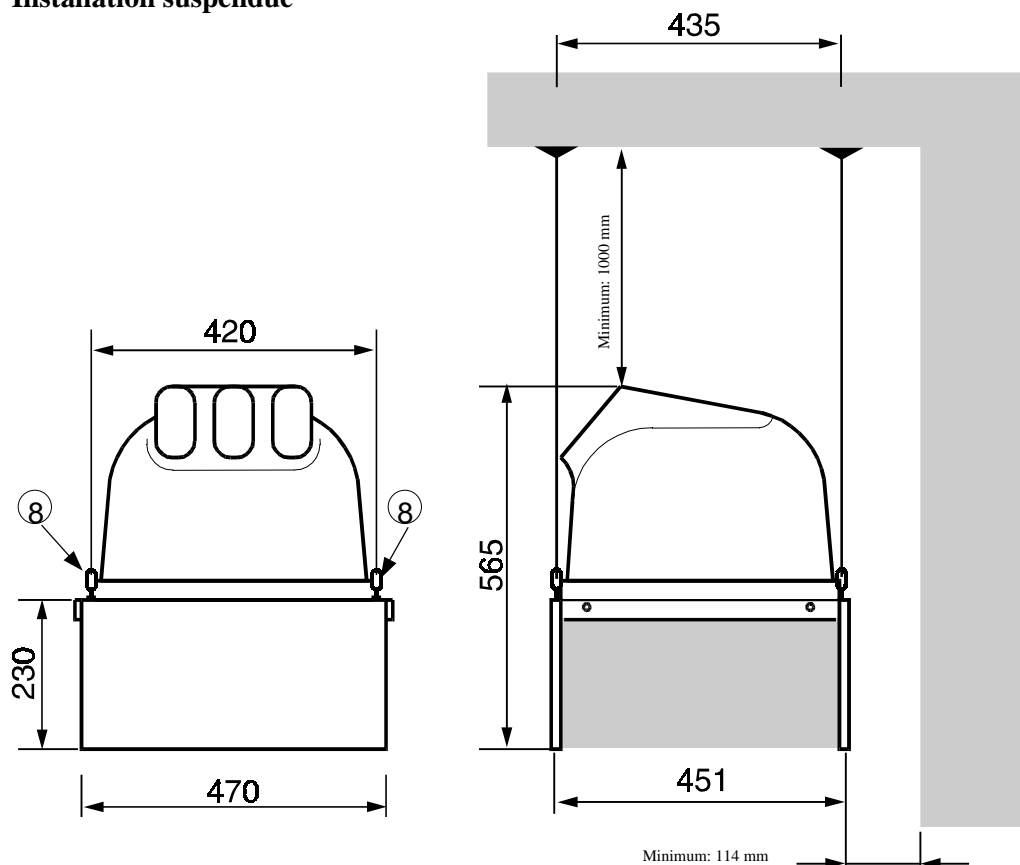
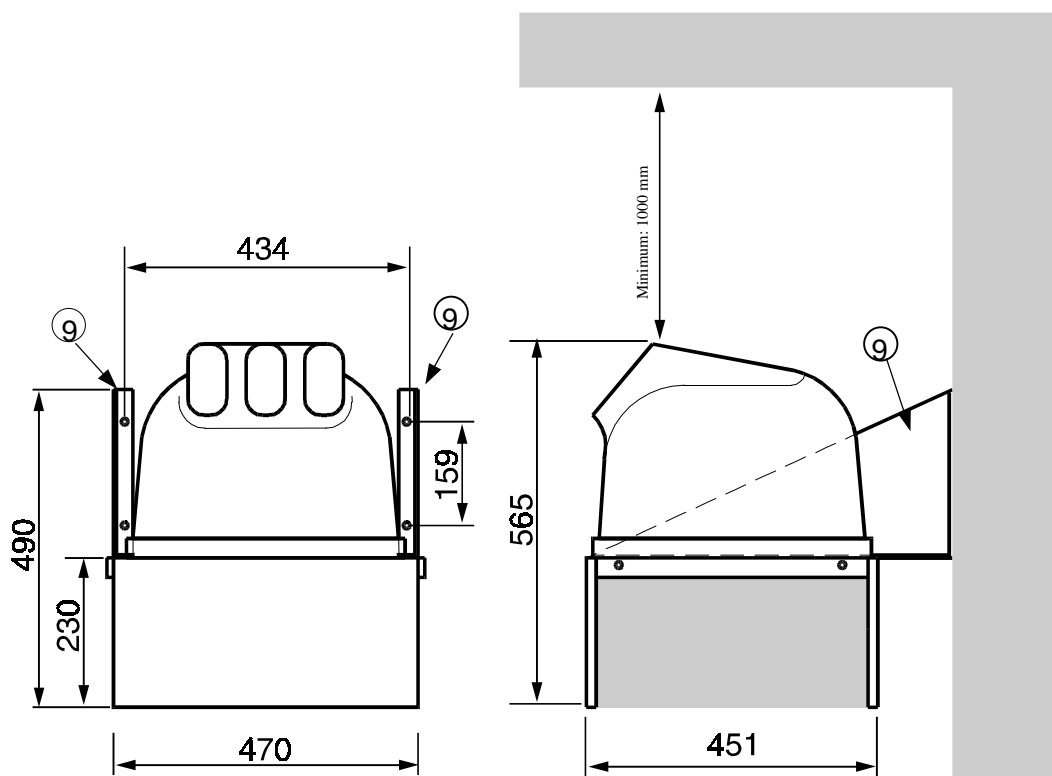

Fig. 1
Fig. 2
Pour suspendre l'appareil, le lier au plafond au moyen de chaînes ou de cordes métalliques sur les anneaux correspondants (8) en respectant les distances minimales indiquées à la **Fig.1**.
- Utiliser les étriers de supports correspondants (**Réf. 9 - Fig.2**) fournis avec l'appareil. Fixer les étriers de support à l'appareil au moyen de vis fournies en série.
Installer l'appareil le plus haut possible, en gardant cependant une distance d'un mètre au moins par rapport au plafond (**Fig.1, Fig.2**).